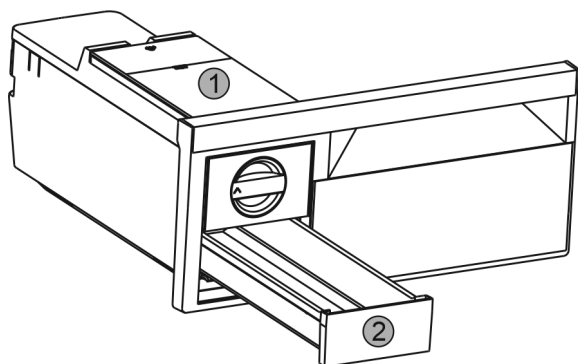

Fig. 38
- Извлечь бак для воды Fig. 38 (1) и выдвижной ящик для производства кубиков льда Fig. 38 (2).